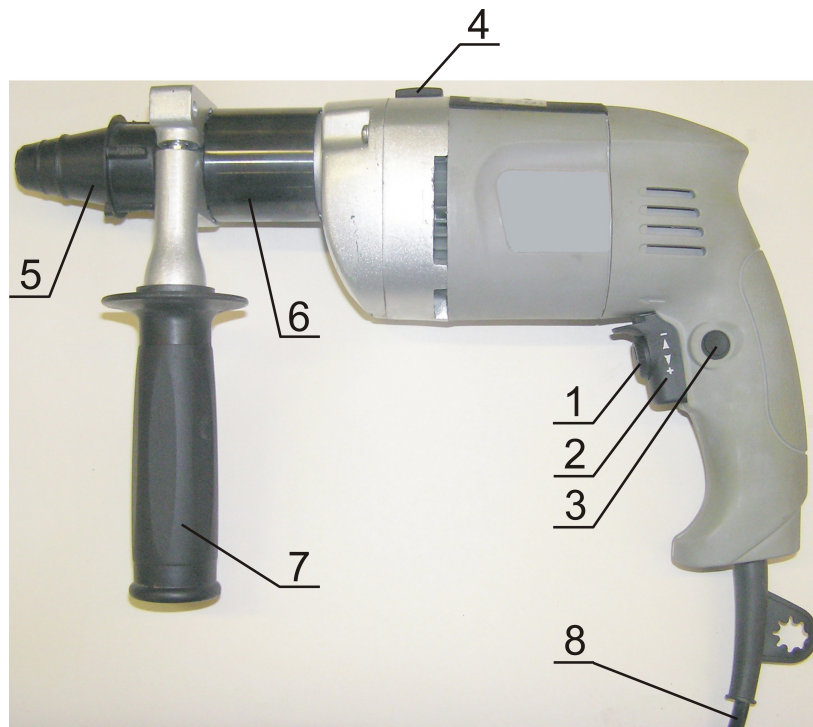

Рисунок 1. Электропривод ИВ-120 (ИВ-115, ИВ-121)
5.3 Включение электропривода осуществляется нажатием на клавишу 1 выключателя (см. рисунок 1). Конструкция выключателя обеспечивает его фиксацию во включенном положении кнопкой 3. Плавность изменения частоты вращения шпинделя от минимального до максимального значения осуществляется посредством изменения усилия нажатия на клавишу 1. Установка предельного значения частоты
- с помощью регулятора 2 (*рисунок 1*) установить предельную частоту вращения шпинделя;
**ВНИМАНИЕ! Переключатель режима работы «сверление/бурение» (см. *рисунок 1*) должен находиться в положении – сверление.**